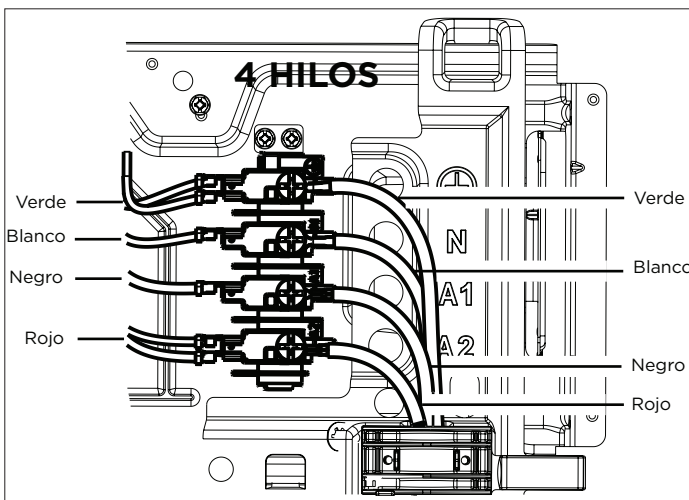

Figura 7: Conexión del cable de alimentación de 4 hilos
3. Conecte el cable del conducto al bloque de terminales de acuerdo con el orden de color correspondiente (consulte la Figura 7) quitando el tornillo correspondiente, deslizando el cable en el tornillo y atornillándolo de nuevo en su posición.
5. Siga la codificación por colores que se muestra en la Figura 7 para realizar las 4 conexiones.